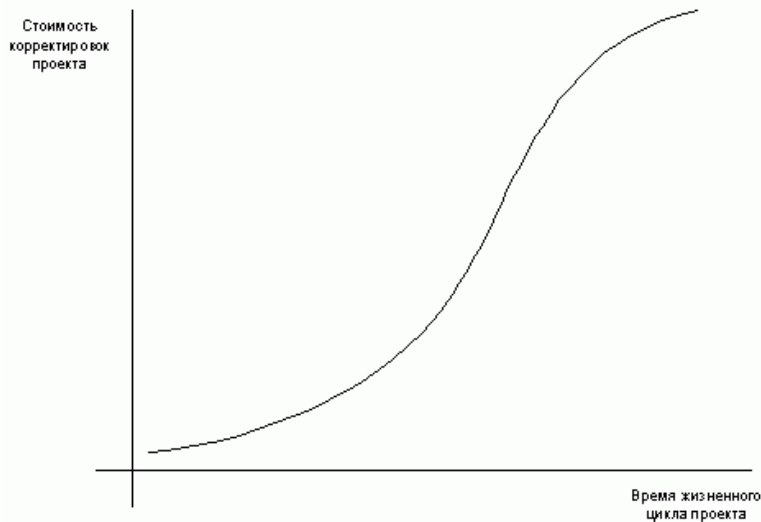

Рис. 3 Зависимость стоимости корректировок проекта от жизненного цикла проекта
- Возможность участников проекта воздействовать на проект изначально большая, но по мере того как все больше и больше промежуточных результатов создается, тем меньше остается возможность чего бы то ни было изменять, и больше становится стоимость таких изменений (см. рис. 3)